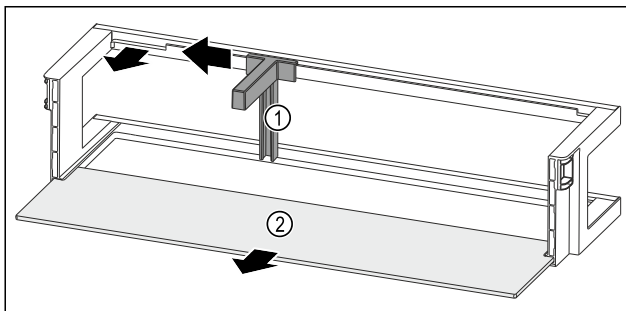

Fig. 181 Türabsteller mit Flaschenhalter und Abstellfläche
- ▶ Flaschenhalter Fig. 181 (1) bis zur Aussparung zur Seite schieben.
- ▶ Flaschenhalter Fig. 181 (1) entnehmen.
- ▶ Abstellfläche Fig. 181 (2) entnehmen.